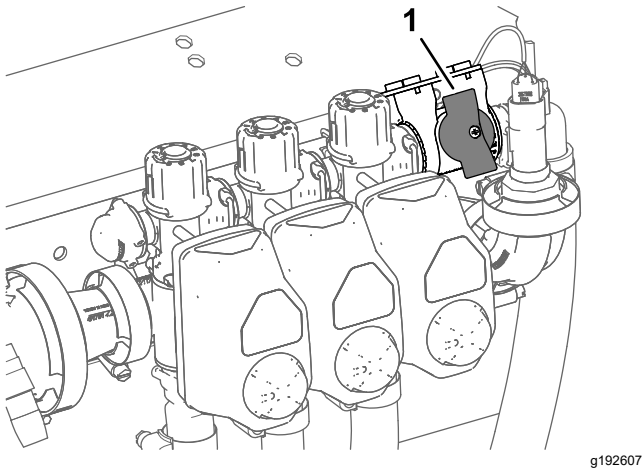

Figura 44
4. Para máquinas que se utilizan en el Modo de caudal de aplicación, asegúrese de que el mando de la válvula de cierre del circuito de desvío está en la posición de cerrado (Figura 44).
5. Para máquinas que se utilizan en el Modo de caudal de aplicación, asegúrese de que la válvula de cierre del circuito de desvío está cerrada (Figura 44).